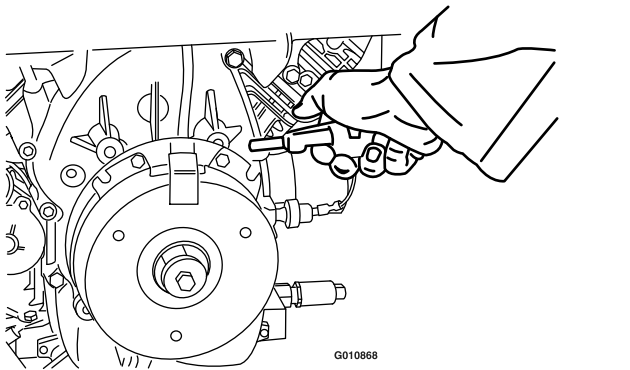

Figura 68
2. Utilizar un compresor de aire, elimine cualquier residuo de debajo del polo de freno y de alrededor de los espaciadores del freno (Figura 68).